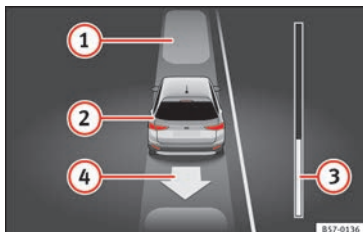

Bild 214 På instrumentpanelens display: Lämna en parallellparkering.
Bildförklaring till **bild 214**:
7.	ELLER: backa tills displayen på instrumentpanelen meddelar att du ska köra framåt. Statusstapeln » bild 214 ③ visar det avstånd som ska täckas » sidan 227.